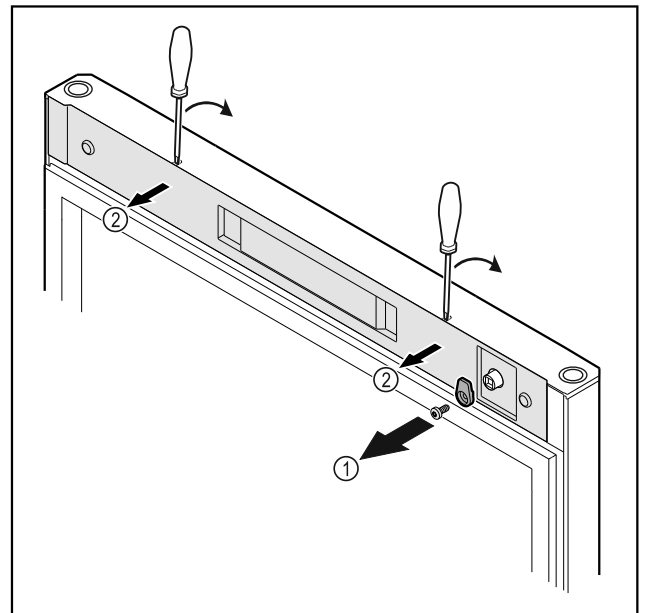

Fig. 22
- ▶ Schließhaken Fig. 22 (1) abschrauben.
- ▶ Abdeckung Fig. 22 (2) mit einem kleinen Schraubendreher ausrasten und abnehmen.